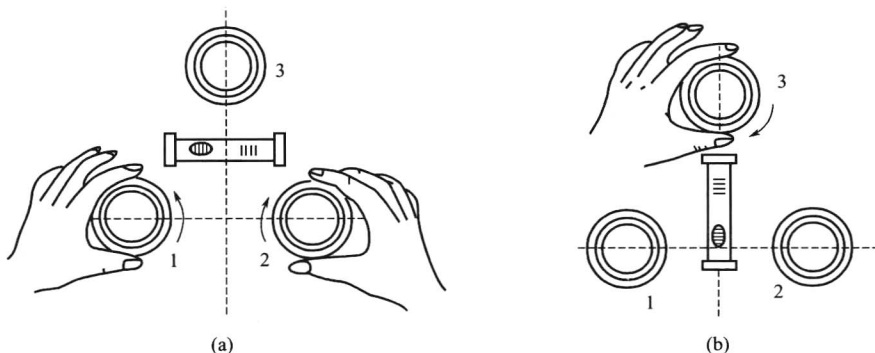

图 5-1 整平
(1) 对中
① 将三脚架安置在测站上，使架头大致水平；
② 调整仪器的三个脚螺旋，使光学对中器的中心标志对准测站点（不要求气泡居中）；
③ 伸缩三脚架腿使照准部圆水准器或管状水准器气泡大致居中（不必严格居中）。
(2) 整平 如图 5-1 所示。使照准部水准管轴平行于两个脚螺旋的连线，转动这两个脚螺旋使水准管气泡居中，将照准部旋转 90° ，转动另一脚螺旋使水准管气泡居中，在这两个位置上来回数次，直到水准管气泡在任何方向都居中为止。若整平后发现对中有偏差，可松开中心连接螺旋，移动照准部再进行对中，拧紧后仍需重新整平仪器，这样，反复几次，就可对中整平。